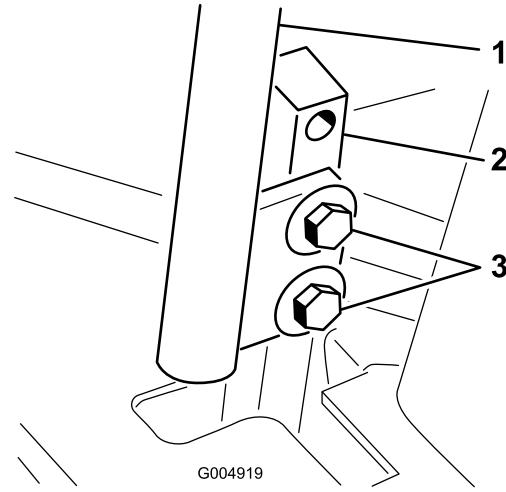

**Figura 65**
- Afloje la contratuerca del perno de tope de una de las palancas de control (Figura 65).